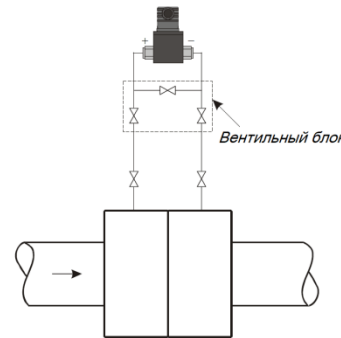
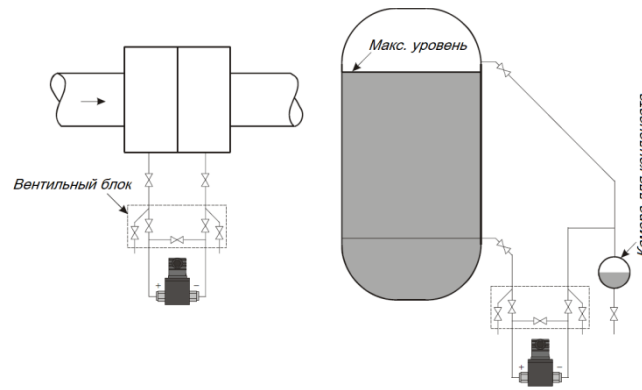

Рисунок 2. Монтаж датчика для измерения давления газа.
Рисунок 3. Монтаж датчика для измерения давления жидкости.
4.4. Механическое присоединение датчиков рекомендуется производить с ориентацией, при которой соединительная линия от места отбора давления имеет односторонний уклон ( $\geq 1:10$ ) вверх к датчику, если измеряемая среда – газ (см. рис. 2), и вниз к датчику, если измеряемая среда – жидкость (см. рис. 3). Если это невозможно, при измерении давления газа в нижних точках соединительных линий следует устанавливать отстойные сосуды, а при измерении давления жидкости в наивысших точках – газосборники. Отборные устройства для установки датчиков рекомендуется монтировать на прямых участках, на максимально возможном удалении от насосов, запорных устройств, колен, компенсаторов и других гидравлических устройств.